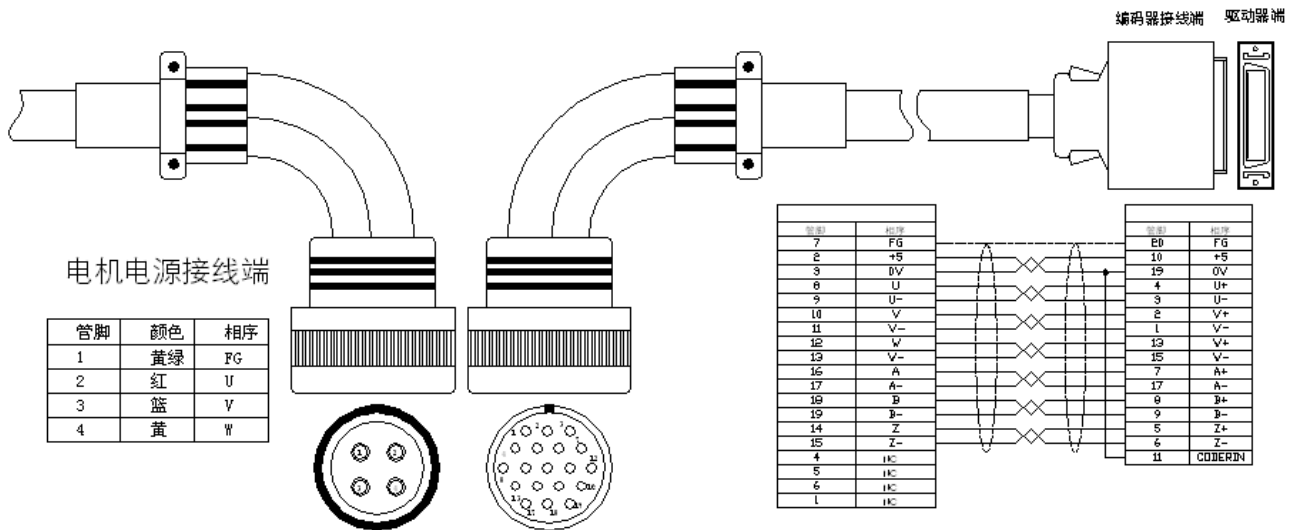

图 3.5 编码器接线示意 3
3) 电机端为航空插头, 驱动器侧为紧密型插头. (电机为功率 200~30000W) (图 3.5)